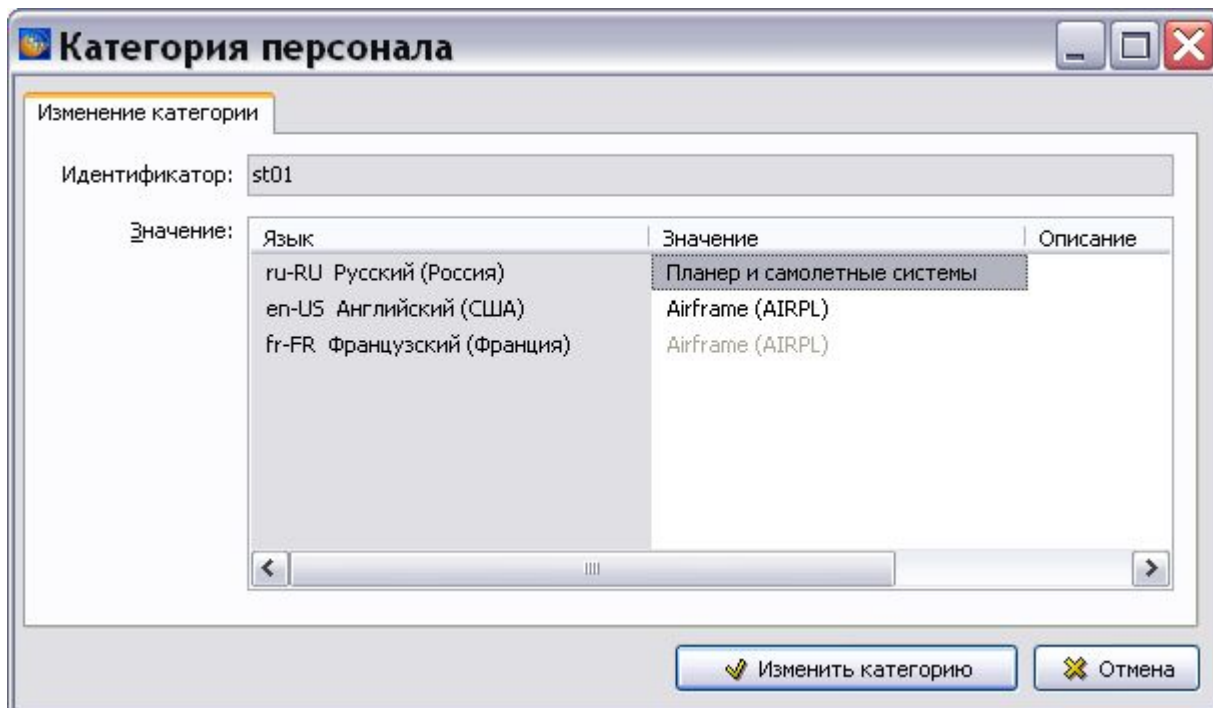

Рис. 2.172
2. Выполните двойной быстрый клик левой кнопкой мыши или нажмите на клавишу F2 на клавиатуре, или выберите команду **Редактировать** (F2) из контекстного меню. После этого откроется окно **Категория персонала** (Рис. 2.172).